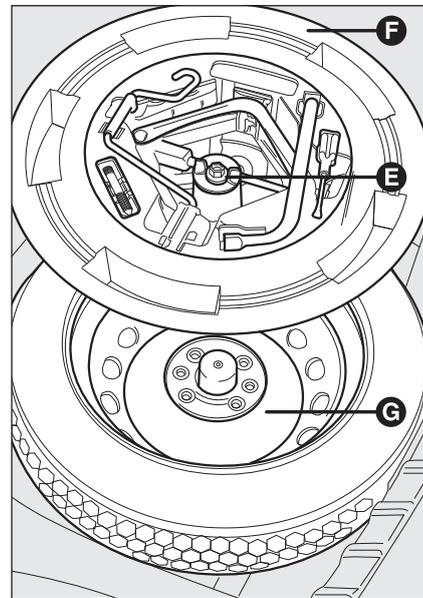

fig. 10
- ponga la rueda de repuesto **G-fig. 10** en el compartimiento específico ubicado en el maletero;